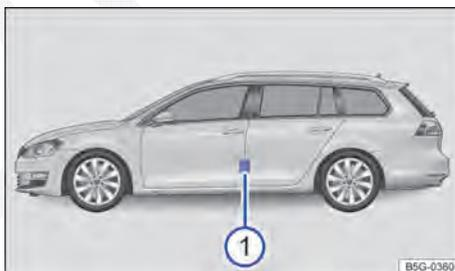

Fig. 183 Na coluna do condutor: etiqueta de pressão dos pneus ① (alternativa ao lado interno da portinhola do tanque).
- ② Pressão dos pneus no carregamento parcial.
- ③ Dependendo do veículo: pressão dos pneus de conforto no carregamento parcial.
- ④ Pressão dos pneus no carregamento total.
- ⑤ Pressão dos pneus para a roda sobressalente ou para a roda de emergência.
A etiqueta de pressão dos pneus fornece a pressão dos pneus correta para os pneus montados de fábrica. As indicações valem para os pneus de verão, do ano todo e de inverno. A etiqueta de pressão dos pneus está na coluna da porta do condutor ⇒ Fig. 183 ① ou na parte interna da portinhola do tanque.